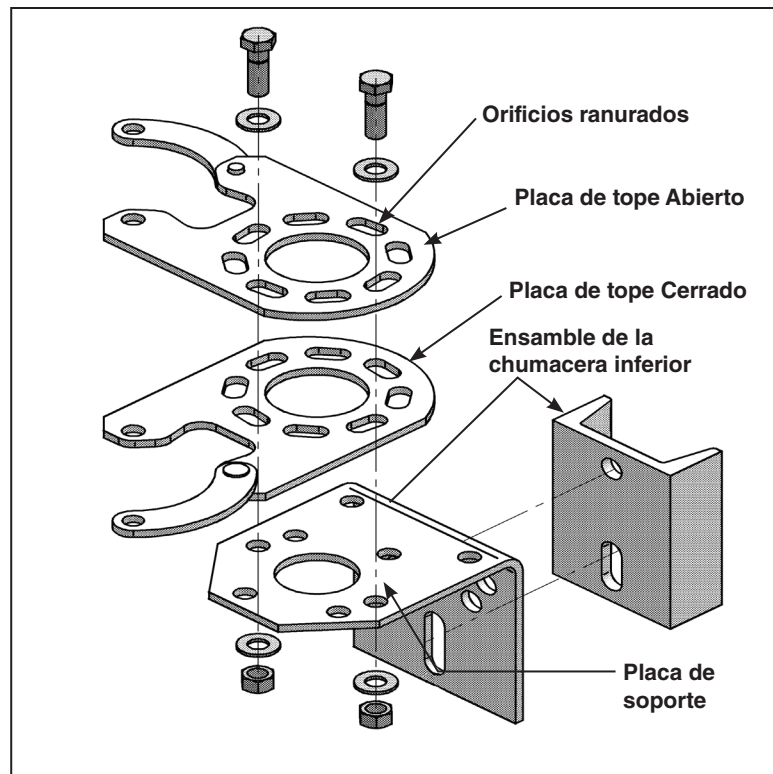

Figura 22. Vista esquemática de los ensamblajes de las placas de tope y de la chumacera inferior.
Los orificios de la placa de tope están ranurados para permitir que haya espacio para el ajuste. Afloje los pernos que aseguran las placas de tope ajustables a la placa de soporte de la chumacera inferior. Vea la Figura 22. Coloque el interruptor en la posición totalmente **Abierto** y ajuste la placa de tope de la posición abierto para que la palanca, cuando se encuentre en lo más bajo, ajuste dentro de la ranura de la posición abierto. Marque la ubicación de la placa de tope de la posición abierto en la placa de soporte.
- (a) Afloje el hardware (tornillería) que asegura la placa de tope de cerrado. Vea la Figura 22 en la página 22.